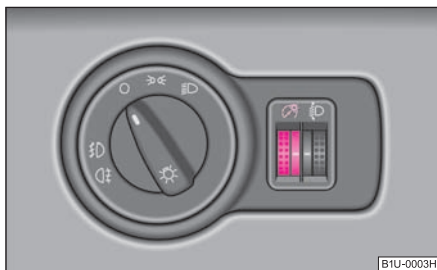

Fig. 42 Cuadro de interruptores:
- Gire el regulador giratorio $\Rightarrow$ fig. 42 a la intensidad deseada de la iluminación de instrumentos. ■